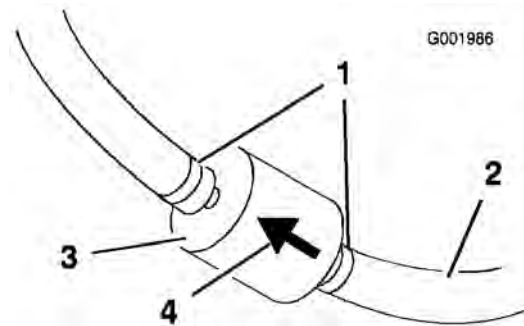

Figura 49
5. Apriete los extremos de las abrazaderas y deslícelas por el tubo alejándolas del filtro (Figura 49).